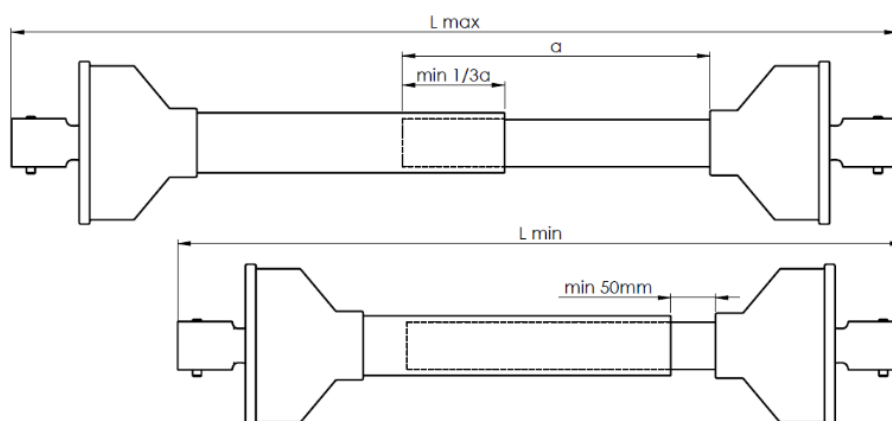

Figure 14. Réglage de la longueur de l'arbre télescopique articulé lors du raccordement de l'épandeur au tracteur
- s'assurer que, lorsqu'il est branché, l'arbre télescopique articulé portant l'entraînement du tracteur est d'une longueur appropriée dans toutes les positions possibles du tracteur par rapport à la machine (figure 14) ;